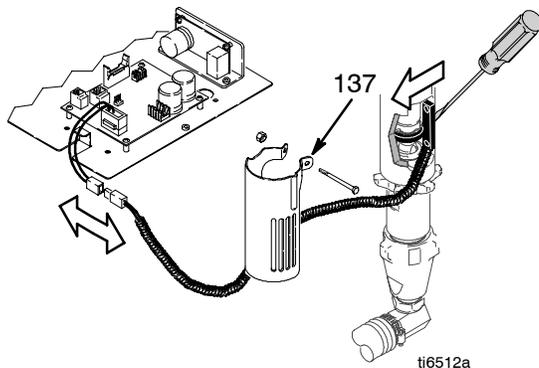

Fig. 9
1. Fig. 9. Desligue o cabo do contador de volume na parte de trás do regulador da pressão e no motor.
2. Retire a protecção (137) e o interruptor de lâminas do motor hidráulico.
3. Instale o novo interruptor de lâminas e a protecção (137) no motor hidráulico.
4. Fig. 9. Ligue o cabo do contador de volume na parte de trás do regulador da pressão e no motor.